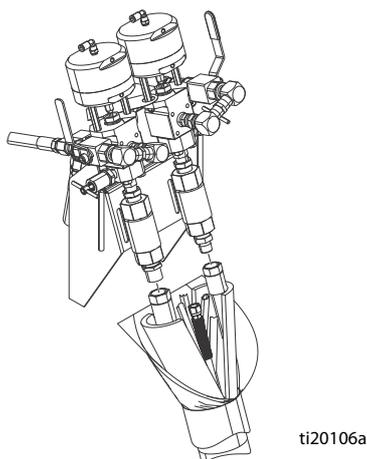

РИС. 17
1. Расположите конец связки шлангов с четырьмя открытыми трубками красного и синего цвета на уровне выпускного отверстия машины. Подключите шланг 3/4 дюйма для подачи материала А и шланг 1/2 дюйма для подачи материала В к соответствующим обратным клапанам выпускных отверстий подачи материала на передней части системы. См. РИС. 17.